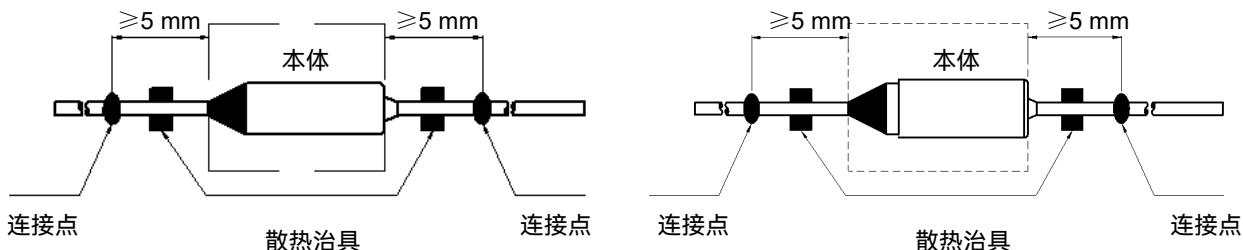

图2
2. 引线上的连接点距离温度保险丝本体应  $\geq 5$  mm（参考图2）。
3. 在钎焊过程中, 焊点与温度保险丝之间应使用散热装置 (参考图2)。
3. 在点焊过程中, 焊点与温度保险丝之间应使用散热装置 (参考图2)。